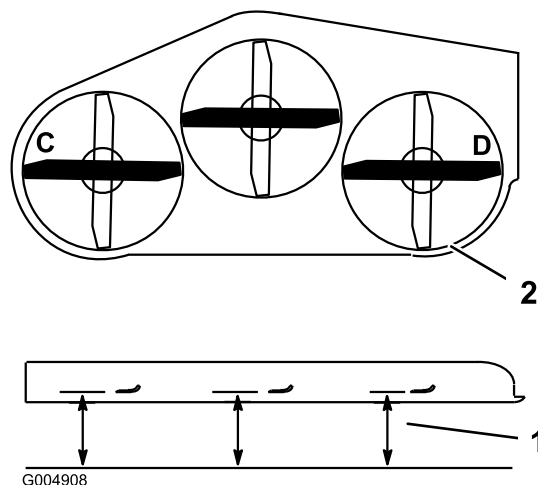
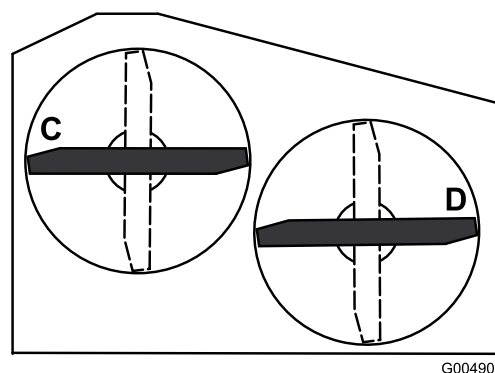

Figura 67
Figura 68
- Coloque las cuchillas en posición lateral. Mida la cuchilla en las posiciones C y D desde una superficie nivelada hasta el filo de corte de las cuchillas (Figura 67). Para las plataformas de cortacésped de 36 pulgadas, consulte la Figura 68.